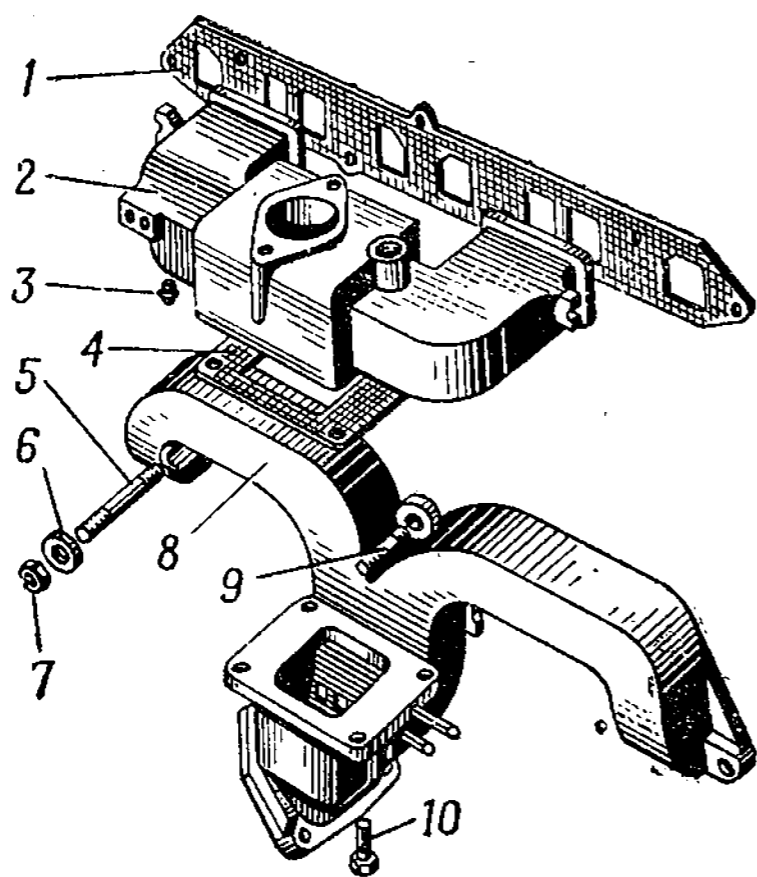

Рис. 10. Газопровод:
7. Отвернуть гайки 7 (рис. 10) крепления газопровода, снять шайбы 6, газопровод в сборе и прокладку 1	Ключ накидной 14